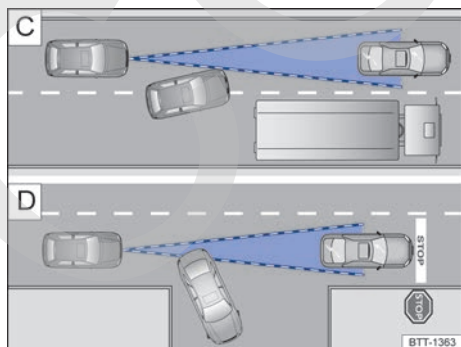

Fig. 128 [C] Cambio de carril. [D] Vehículo girando y otro detenido.
Si, p. ej., un vehículo detectado por el ACC gira o se aparta y delante del mismo se encuentra un vehículo detenido, el ACC no reaccionará ante este último → fig. 128 [D].
- En caso de vehículos que cambien al carril por donde usted circula a muy poca distancia del vehículo → fig. 128 [C].